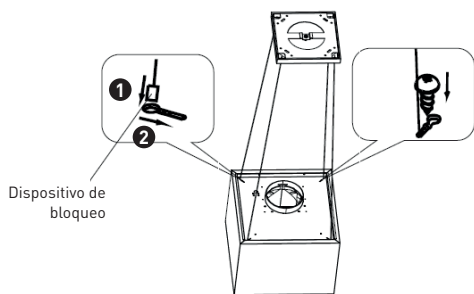

Ilustración 6
8. Siga los pasos 1 y 2 de la ilustración 6 para introducir las puntas de bloqueo de los 4 cables metálicos en la ranura de la tabla superior de la campana extractora y bloquéelos con los 4 tornillos autorroscantes con cabeza fresada ST4\*8 mm para impedirles que se deslicen. Cf. ilustración 6.